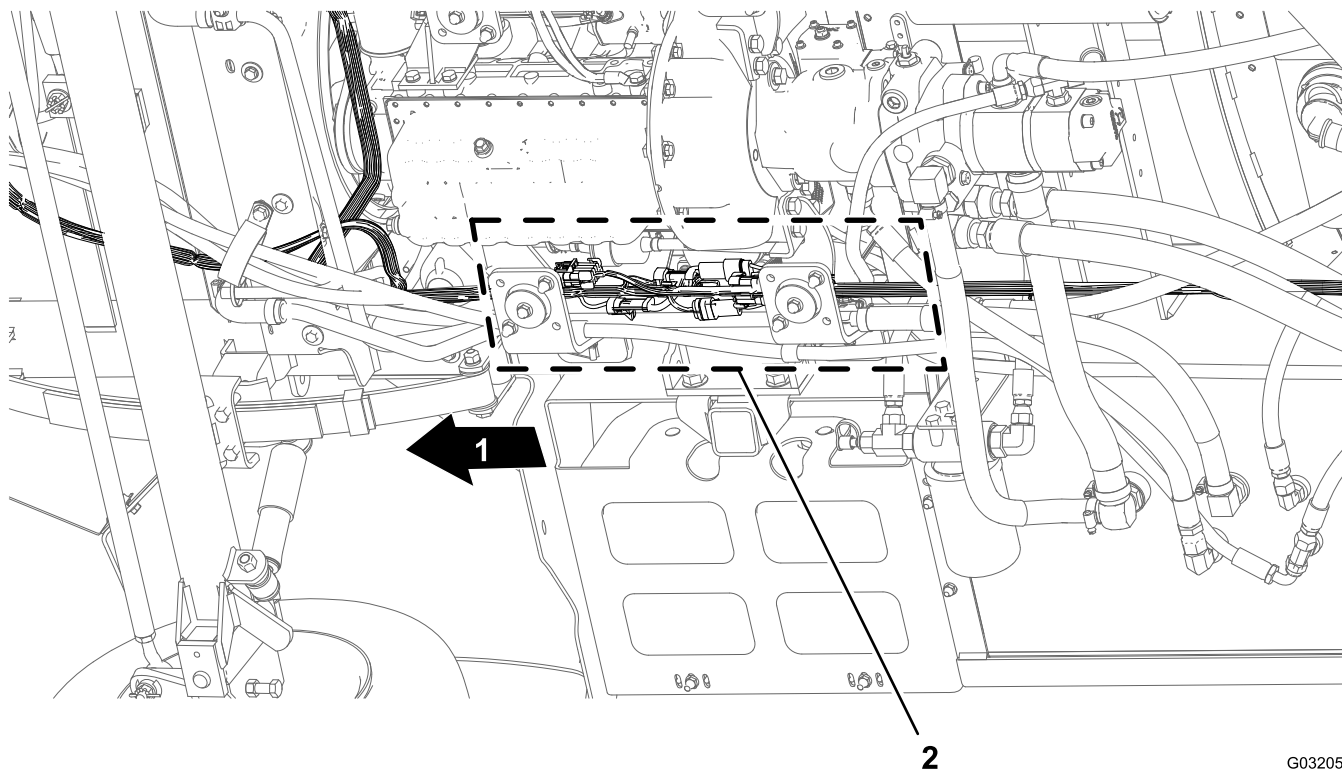

Рисунок 14
1. Находясь под машиной, под правой трубой рамы найдите электрические разъемы переднего и заднего жгутов проводов машины (Рисунок 14).